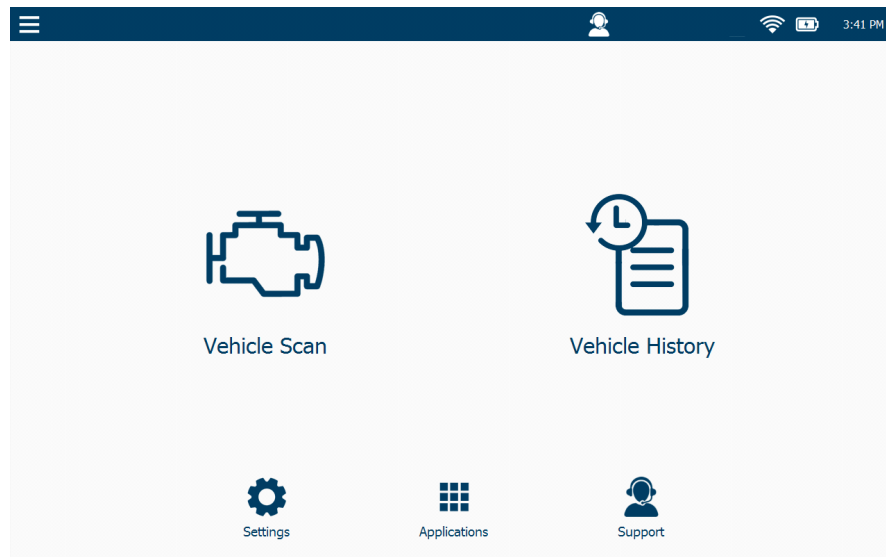

Figura 3.1 Menú Principal
- 2 Desde el Menú principal (Figura 3.1), seleccione **HD Scan**.